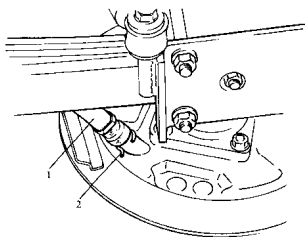

图 13-6
(9) 拆下驻车制动钢索夹子,从制动底板上拆下驻车制动钢索(图13-6)。
(10) 用吸取器或注射器吸出制动液壶中的制动